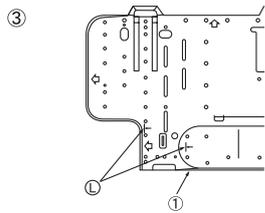
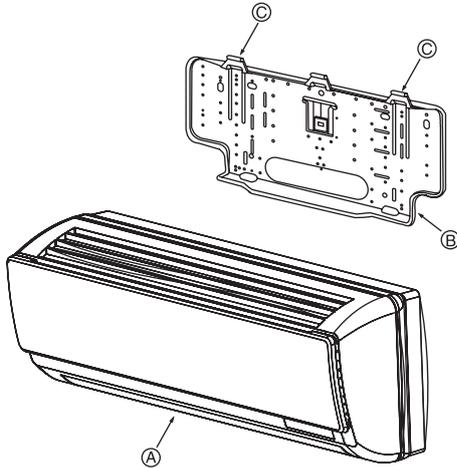

Fig. 3-7
Fig. 3-8
- ① 安装板
- ② 支撑板
- ③ 凹陷处
- ③ 假如扩口管道要在事先先藏入墙内的话：(Fig. 3-7)
- ① 记号
- ② 墙壁固定装置
3.3. 安装机组 (Fig. 3-8)
- ① 将室内机组的悬挂装置固定在墙壁固定装置的扣上。
- ① 室内机组
- ③ 扣
- ② 当管道敷设完成后，用螺钉将室内机组装在墙壁固定装置上。